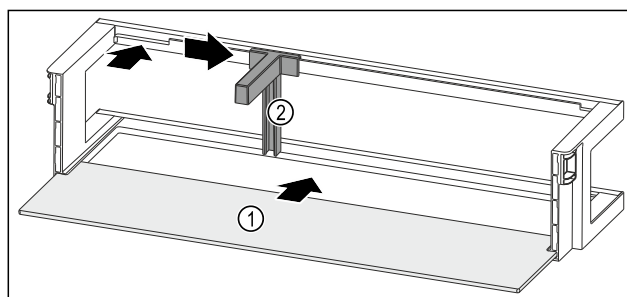

Fig. 51 Рафт на врата с рафт
- ▶ Вкарайте рафта Fig. 51 (1) в страничните прорези.
- ▶ Поставете преградата за бутилки Fig. 51 (2) в прореза.
- ▶ Плъзнете преградата за бутилки Fig. 51 (2) настрани до желаната позиция.